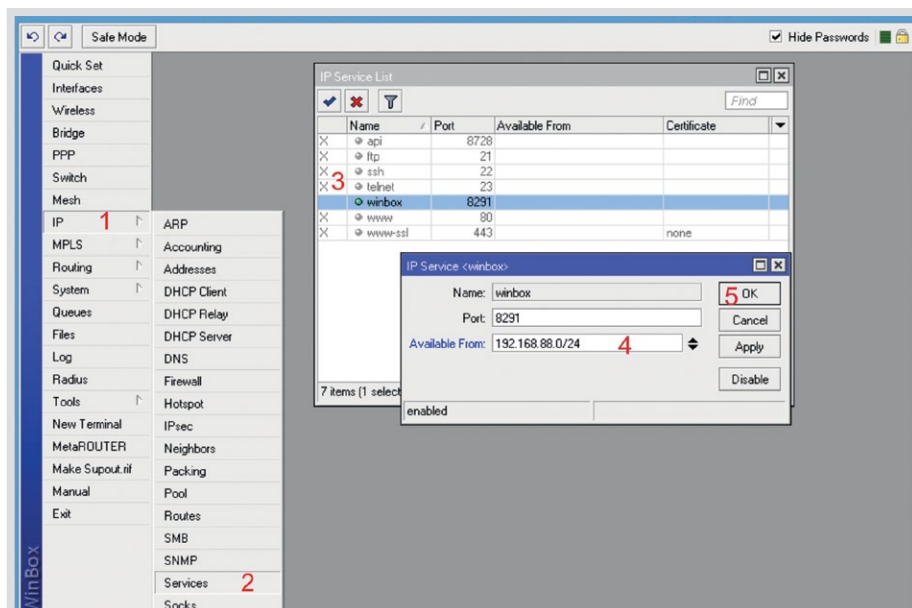

Рис. 15. Отключение ненужных сервисов.
1. Открываем меню **IP** (рис. 15);